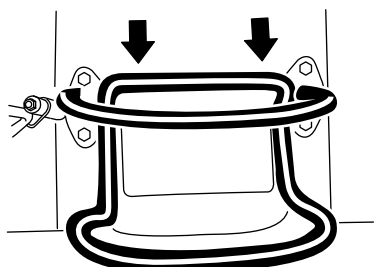

Figura 8
- Para conducir hacia atrás, mueva el control de tracción hacia atrás (Figura 8).